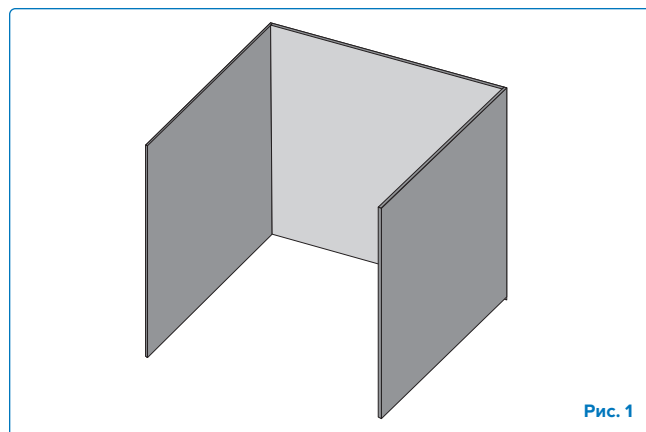

Рис. 1
- Прибор считается находящимся на открытом воздухе, если он установлен в укрытии со стенами не более чем с трех сторон, но без крыши. (Рис. 1)